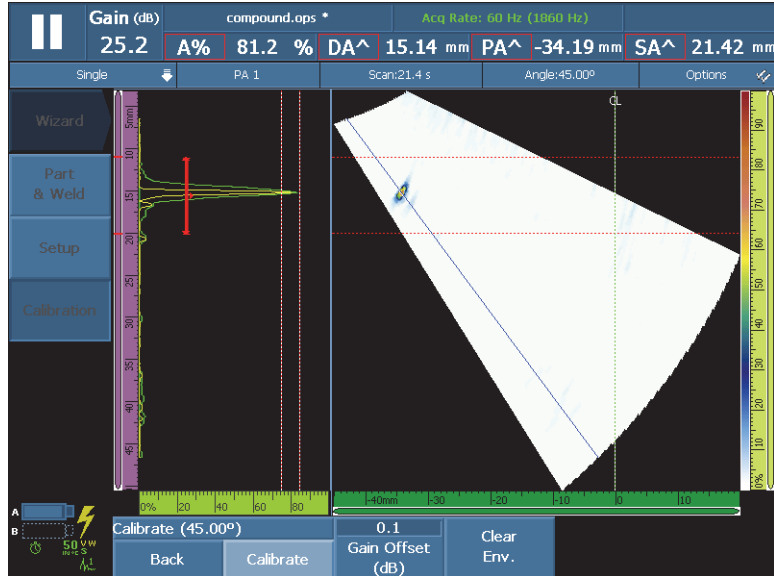

Рис. 5-16 Огибающая для калибровки чувствительности первого угла
- a) Перемещайте ПЭП вперед-назад по калибровочному образцу над опорным отражателем для построения на экране огибающей (см. Рис. 5-16 на стр. 153).